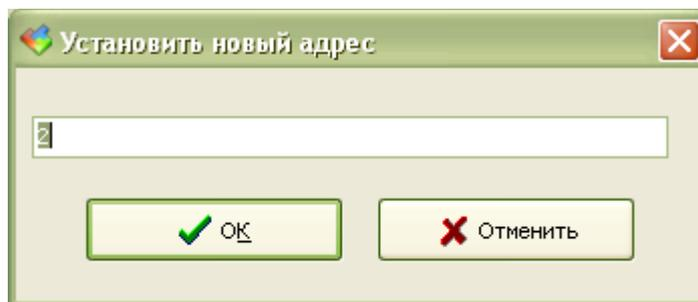

Рисунок 9 - Ввод нового адреса
- 2) Выбрать в таблице БПК-Э и выполнить команду «Адрес» (рисунок 9). Ввести требуемый адрес БПК-Э и нажать кнопку «ОК» для записи адреса в блок.